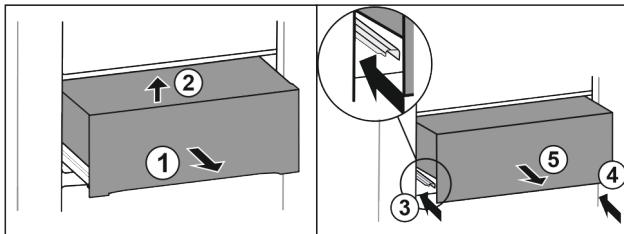

Fig. 32
- Витягніть ящик на половину. Fig. 32 (1)
- Підняти висувний ящик спереду. Fig. 32 (2)
- Вставити ліву рейку. Fig. 32 (3)
- Вставити праву рейку. Fig. 32 (4)
- Вийняти висувний ящик рухом вперед. Fig. 32 (5)